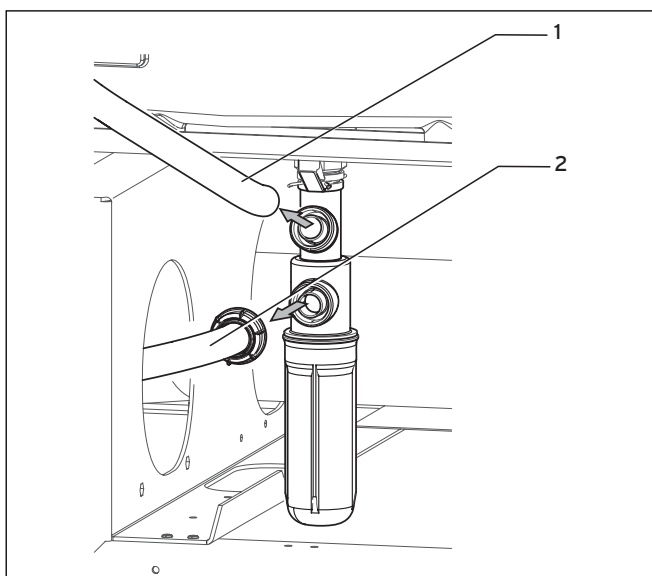

Abb. 8.2 Schläuche entfernen
- Lösen Sie die Schläuche (1) und (2, Abb. 8.2).